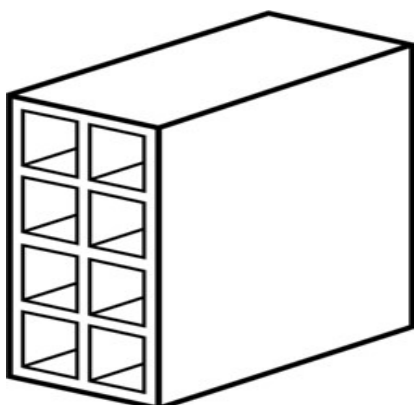

Figura 1 - Bloco cerâmico de vedação com furos na horizontal
1. O bloco cerâmico para vedação é produzido para ser usado especificamente com furos na horizontal, como representado na figura 1.